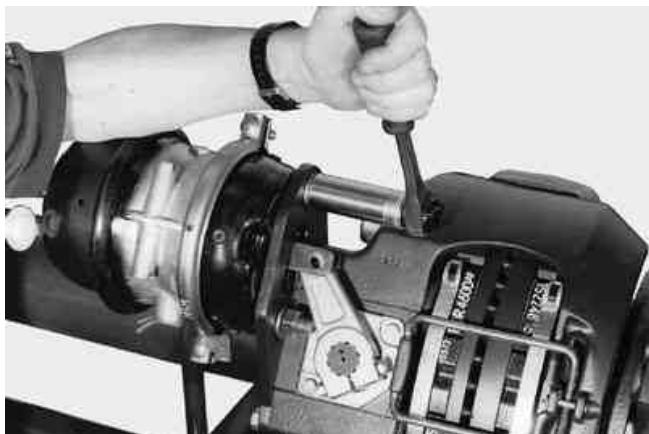

РИС. 21
- Демонтируйте тормозную камеру (Рис. 21).